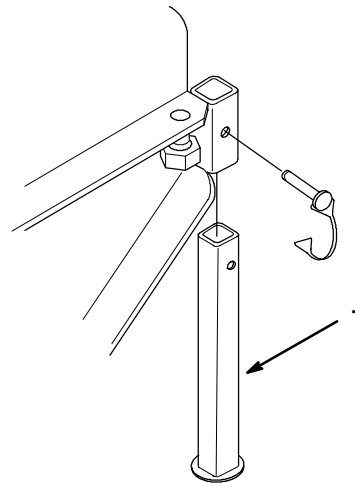

Abbildung 7
7. Die Vorderbeine/Klemmhebel entfernen (Abb. 7).